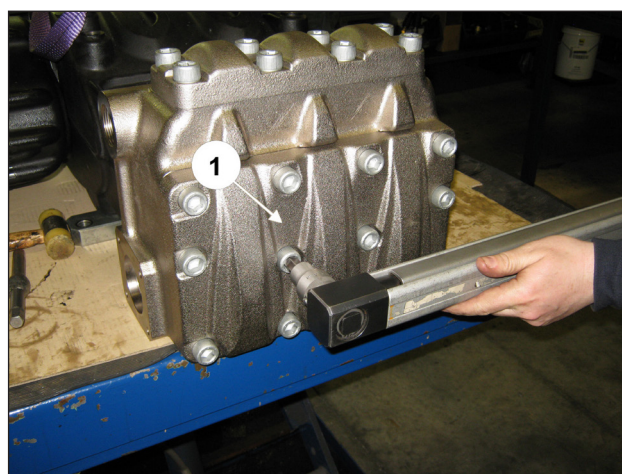

Fig. 149
Serrare le 6 viti M16x200 partendo dalle 4 viti interne in modo incrociato, per poi proseguire con le 2 viti esterne, sempre serrando in modo incrociato (pos. ①, Fig. 149).